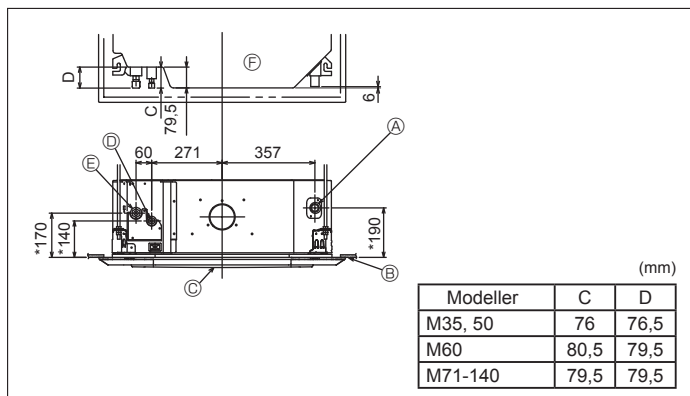

Fig. 3-3
3.3. Placering av inomhusenhetens kylmedels- och dräneringsrör (Fig. 3-3)